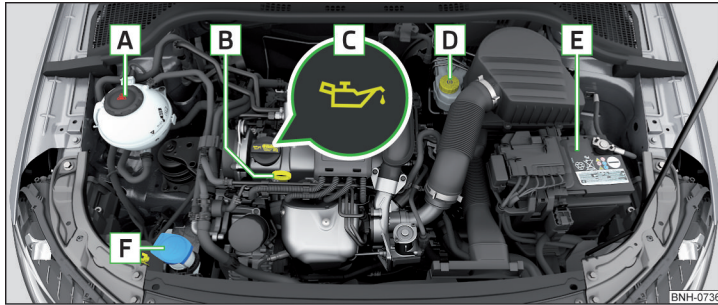

Abb. 232 Anordnungsbeispiel im Motorraum
- ▶ Den Deckel der Motoröleinfüllöffnung **C** abschrauben » Abb. 232 auf Seite 210.